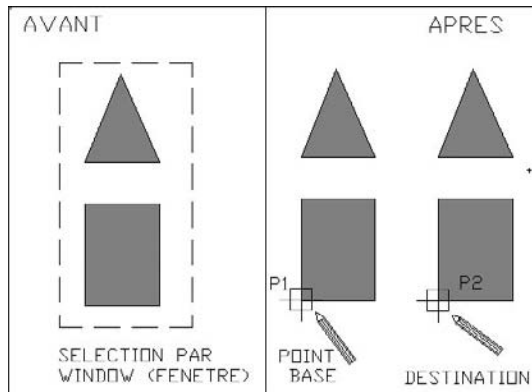

Fig.5.2
- 1 Exécuter la commande de copie à l'aide d'une des méthodes suivantes (fig.5.2) :